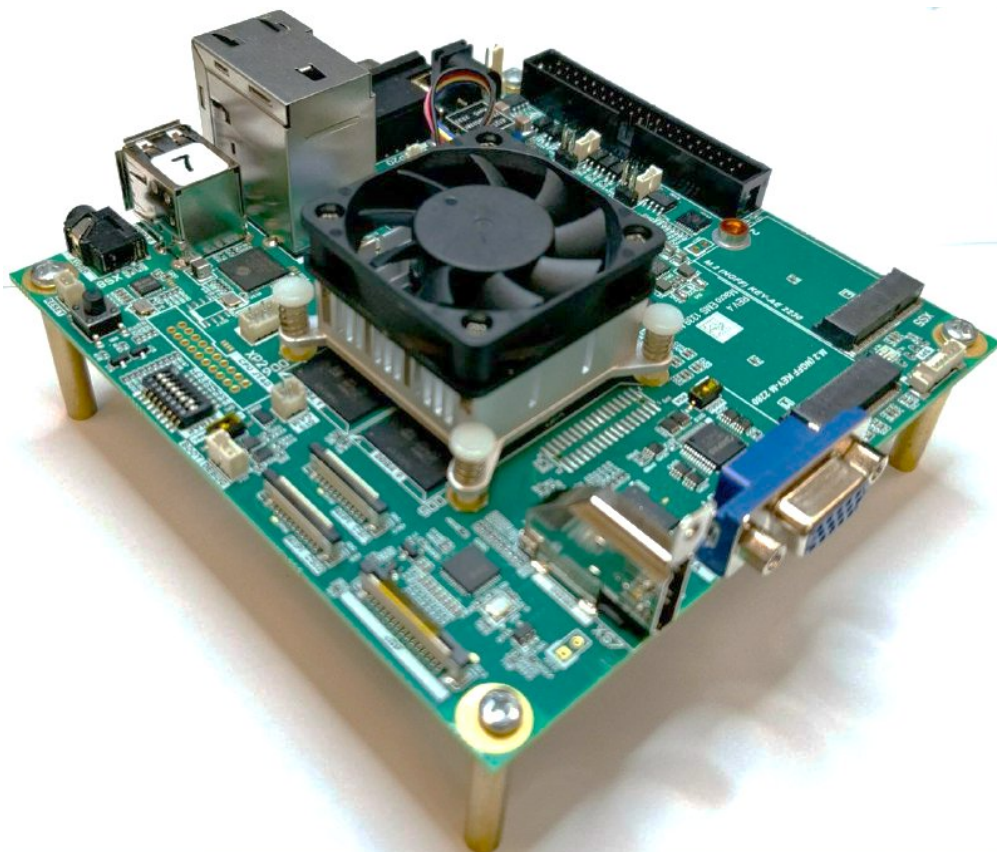

Рисунок 1.1.1 – Внешний вид NanoS-T МРЦН.467444.001
- **NanoS-T** МРЦН.467444.001 – модуль вычислительный с термопакетом (см. Рисунок 1.1.1);